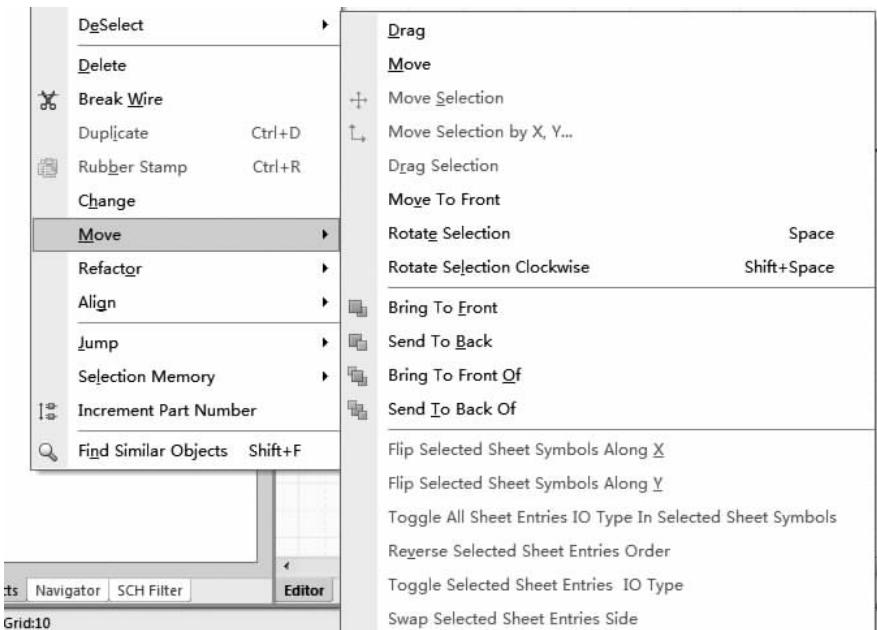

图 2-38 “Move”子菜单
(1) 移动：是指不带连接关系的元件移动，即移动元件时，元件之间的连接导线就断开了。
(2) 拖动：是指带连接关系的元件移动，即移动元件的同时，与元件相关的连接导线也一起移动。
(3) 元件移动的具体方法如下。
① 鼠标拖曳法：首先选取需要移动的单个或多个元件，把光标指向已选中的一个元件上，按住鼠标左键不动，并拖曳至理想位置后松开，即可完成移动元件的操作。
② 菜单命令法：执行“Edit”→“Move”菜单命令，其子菜单如图 2-38 所示。